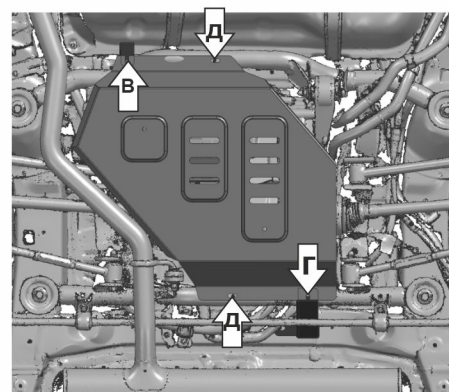

Рис.4
4. Установить защиту: переднюю часть завести на вкрученный болт М6х30 с шайбой 6 (В), заднюю часть прикрепить к кронштейну с помощью болта М6х30 с шайбой 6 (Г). Защиту в точках (Д) прикрепить к усилителям с помощью болтов М6х60 с шайбами 6 и гаек закладных гнутых М6 через сквозные отверстия (рис.4).